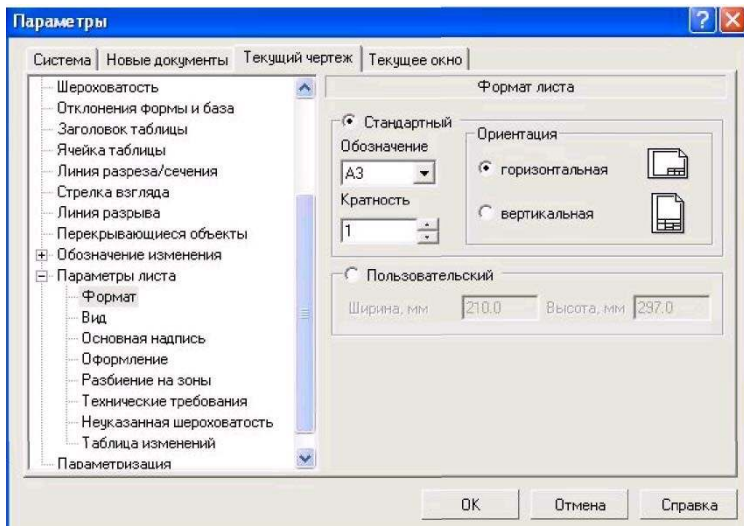

Рис. 1.13. - Диалоговое окно Параметры
- 2) в появившемся диалоговом окне «**Параметры**» выбрать строку **Параметры листа**, а затем строку **Формат** (рис. 1.13);